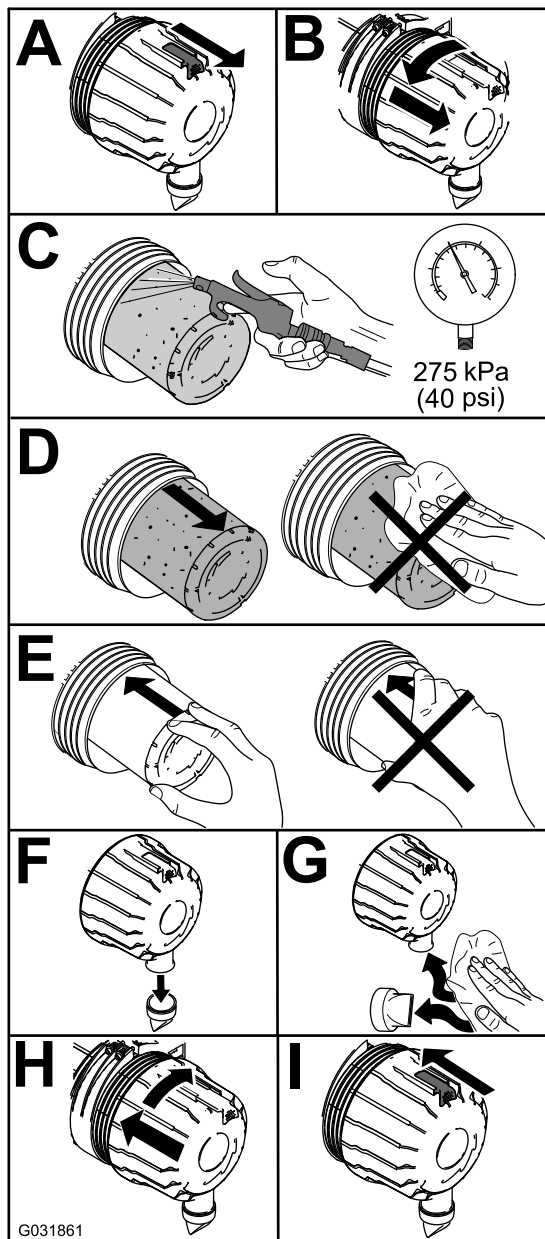

Figura 47
1. Sostituite il filtro dell'aria (Figura 47).